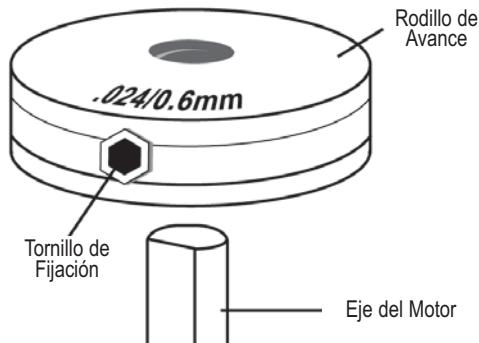

Figura 5. Rodollo de Avance
4. Localice el costado del rodillo de alimentación que esté estampado con el mismo diámetro del alambre a instalar (ver Figura 5). Empuje el rodillo de alimentación sobre el eje del motor, alineando el tornillo de ajuste con el lado plano del eje de alimentación. Asegúrese que el lado estampado con el diámetro